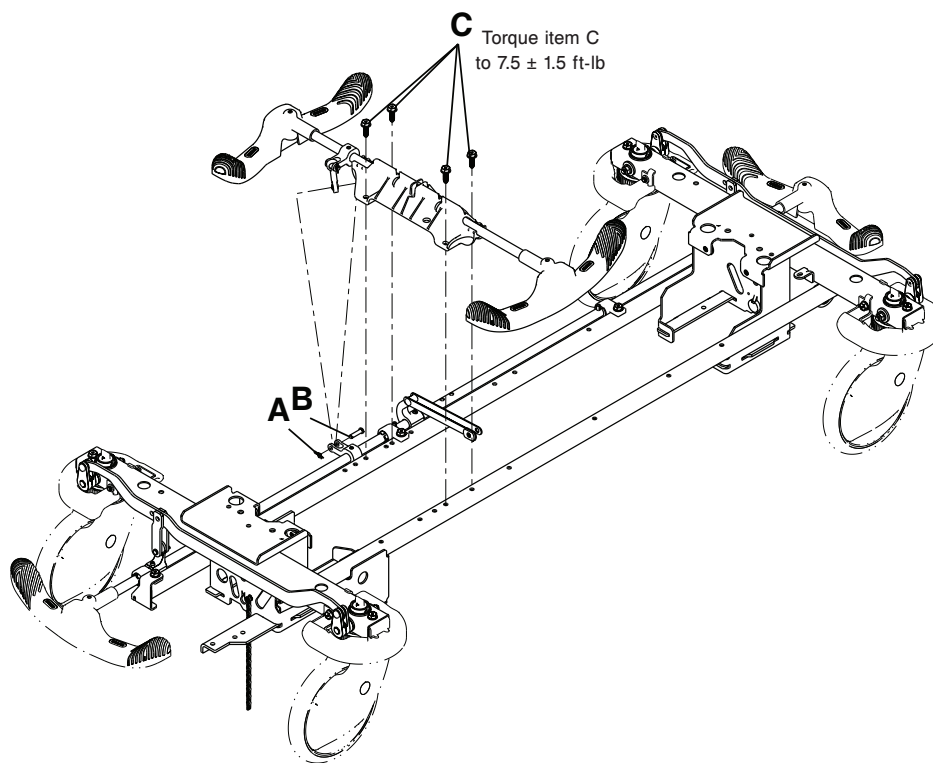

Figure 7 – Remplacer la tige de frein de la commande latérale
5. À l'aide d'une pince à becs fins, retirer la goupille bêta (A) et l'axe à épaulement (B) qui fixent l'ensemble de frein à commande latérale au maillon de tige de frein à commande latérale (Figure 7). Conserver la goupille bêta et l'axe à épaulement.